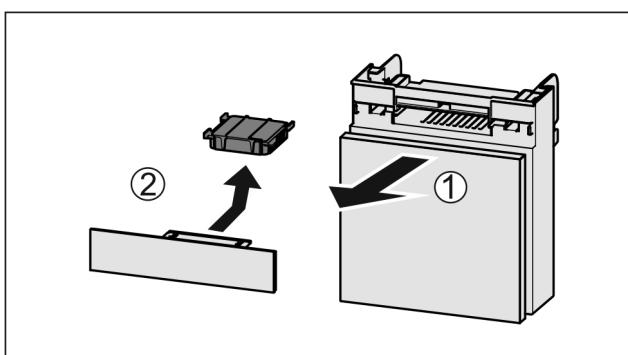

Fig. 134
- ▶ Predal izvlecite Fig. 134 (1) naprej.
- ▶ Odstranite Fig. 134 (2) aktivni ogleni filter.